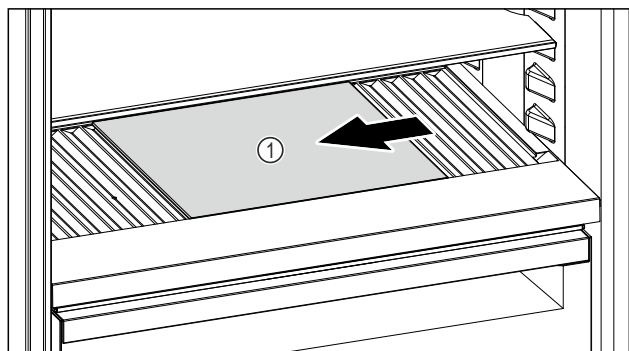

Fig. 252
- Forskyd glaspladen Fig. 252 (1) til venstre, til midten eller til højre.